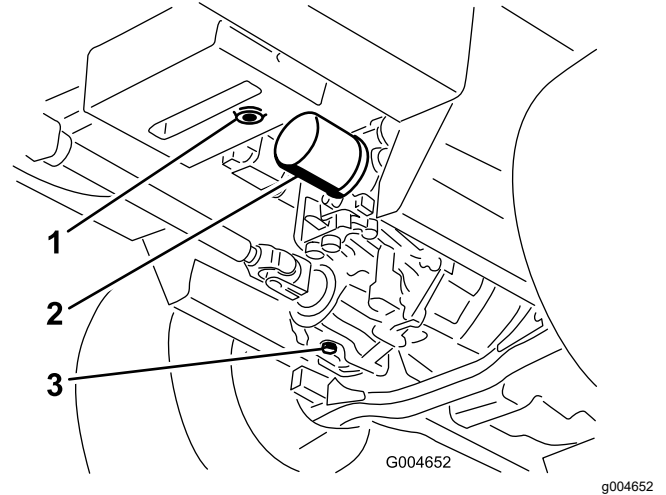

图 58
3. 在液压油箱和变速箱下放一个大放油盘拔出排油塞排出所有液压油 图 58。
4. 清洁液压油过滤器周围的区域然后取下过滤器 图 58。